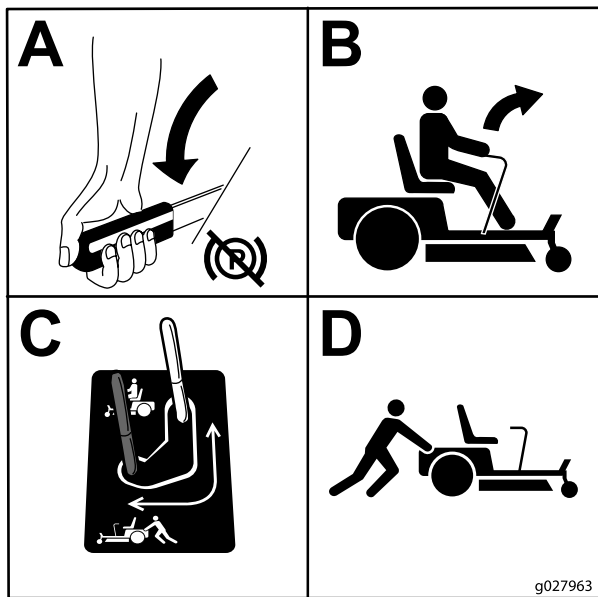

Figure 29
- Pour pousser la machine, déplacez les leviers de dérivation en arrière et bloquez-les en place (Figure 29).
- Pour faire fonctionner la machine, amenez les leviers de dérivation en position de marche avant (Figure 29).